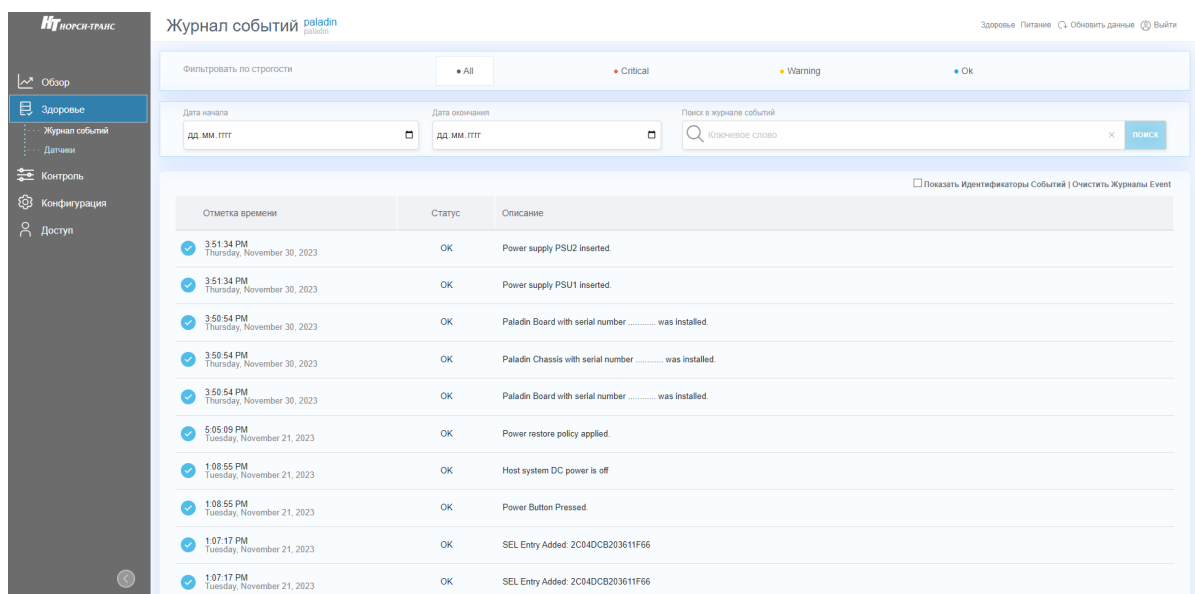

Рис. 66. Окно «Журнал событий»
- 2) Пройдите во вкладку «Здоровье» → «Журнал событий» в данной вкладке отображены все события произошедшие в сервере. В поле «Фильтровать по строгости» произведите фильтрацию по степени серьезности события. В поле «Дата начала» произведите фильтрацию по дате начала события, в поле «Дата окончания» произведите фильтрацию по дате окончания события, в поле «Search event log» произведите фильтрацию по ключевым словам события. Окно показано на рис. 66 Окно «Журнал событий».